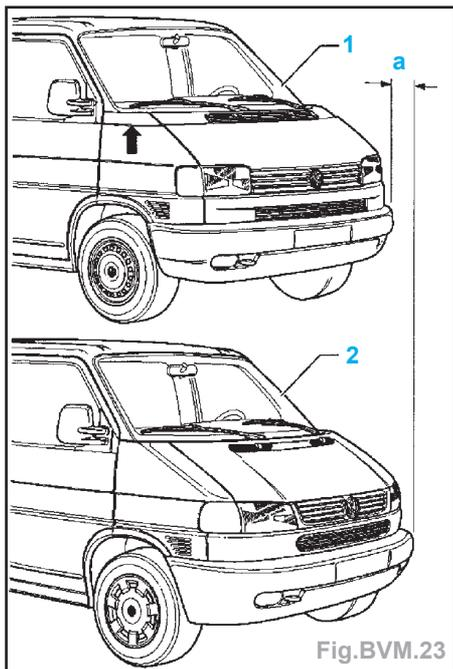

Fig.BVM.23
- La partie avant peut être «longue» ou «courte» (Fig.BVM.23).